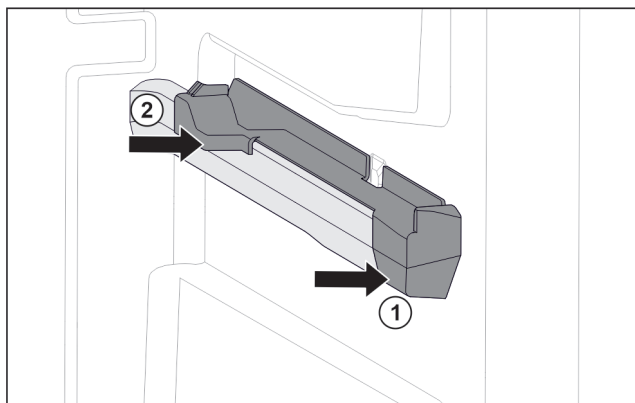

Fig. 59 Element nasadzany na prawym żebrze pojemnika
- ▶ Umieścić element nasadzany z przodu na żebrze pojemnika. Fig. 59 (1)
- ▶ Docisnąć element nasadzany z tyłu. Fig. 59 (2)